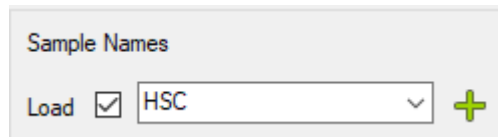

Abbildung 17 Hinzufügen des HSC-Probennamens im CFX Maestro-Fenster „Plate Editor“ (Platten-Editor)
- b** Geben Sie in das Feld unter **Sample Names** (Probenamen) **HSC** (HSC) ein, wie in **Abbildung 17** gezeigt. Drücken Sie die **Eingabetaste**.